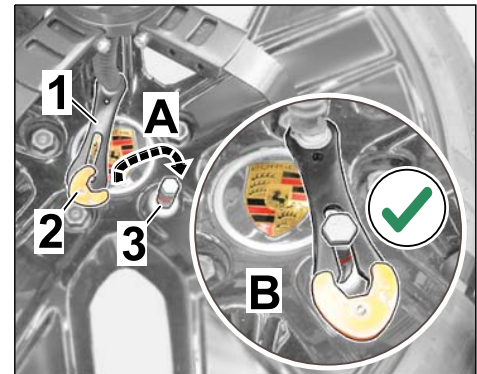

Figura 9
2.3.1 Enganchar la palanca de fijación, con la tapa de protección (naranja) hacia fuera, en la ranura libre del tornillo distanciador (⇒ *Figura 9-A y B*).